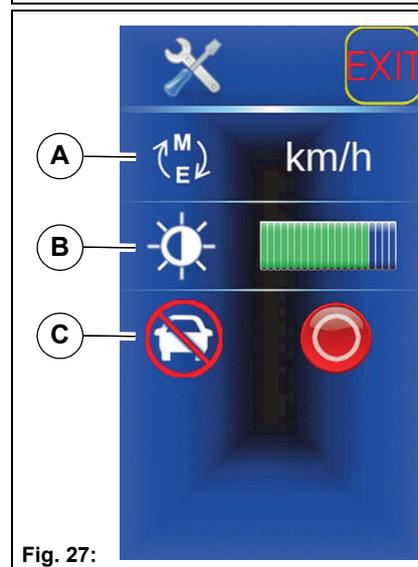

Fig. 27:
**System settings menu Fig. 27**